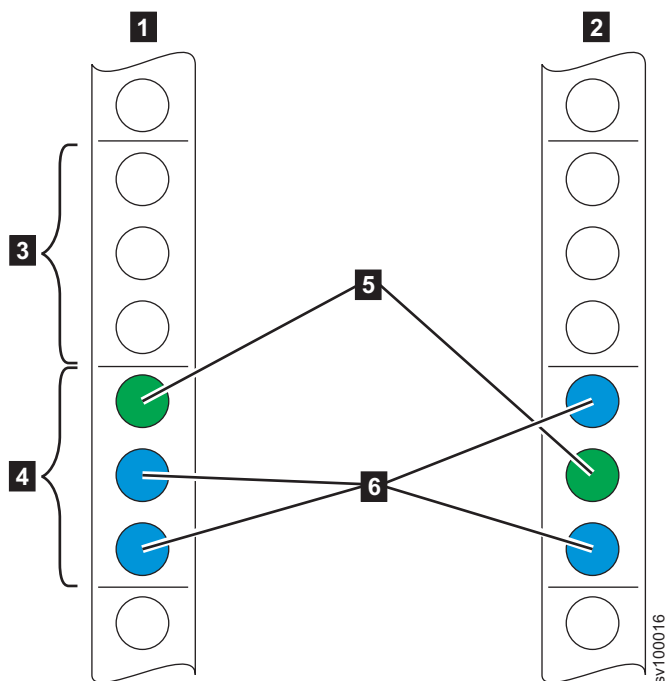

图 40. 识别机架空间
2. 选择机架中可用于安装节点的 2U 空间（取决于您要安装的节点），如图 40 中所示。